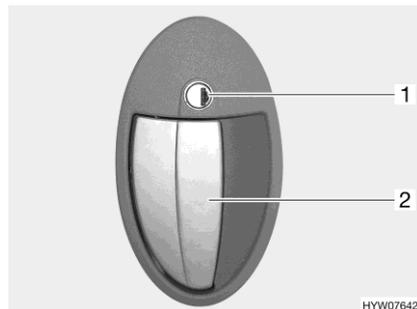

Fig. 36 Serratura della porta (porta del vano abitabile, lato esterno)
- Inserire la chiave nel cilindro della serratura (Fig. 36,1) e ruotare in senso orario, fino a quando la serratura della porta si sblocca.
- Tirare la maniglia della porta (Fig. 36,2). La porta è aperta.
- Inserire la chiave nel cilindro della serratura (Fig. 36,1) e ruotare in senso antiorario, fino a quando la serratura della porta si blocca.